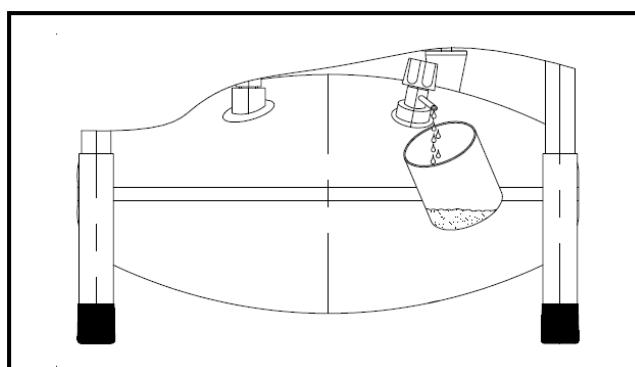

Abb. 4:Kondensat ablassen
- ◆ Entleeren Sie das Kondenswasser aus dem Kessel (Bei max. Druck 2 bar) (Abb. 4:).